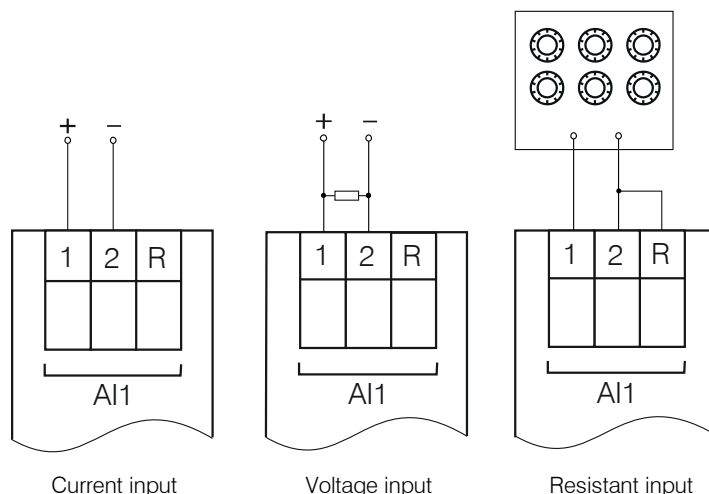

Fig. 6.1 Conexión de la señal de referencia a una entrada
1. Para calibrar una entrada, conecte la fuente de señal de referencia a él (Fig. 6.1)..